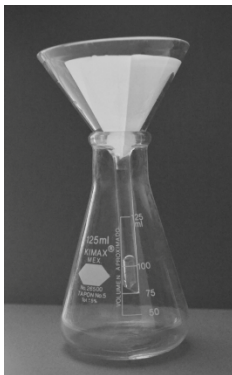

Figura 2. Dispositivo de filtración.
- d) Filtrar la solución del vaso de precipitado, cuidando que no haya pérdida del material (Figura 2).